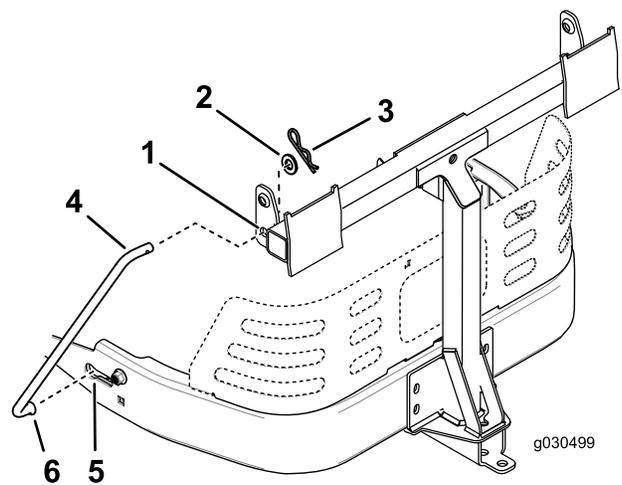

Figure 18
4. Insérez l'extrémité évasée et coudée d'une tige dans la fente à détrompeur sur le côté gauche de la machine, puis poussez la tige vers l'arrière pour l'engager dans le cadre (Figure 18).